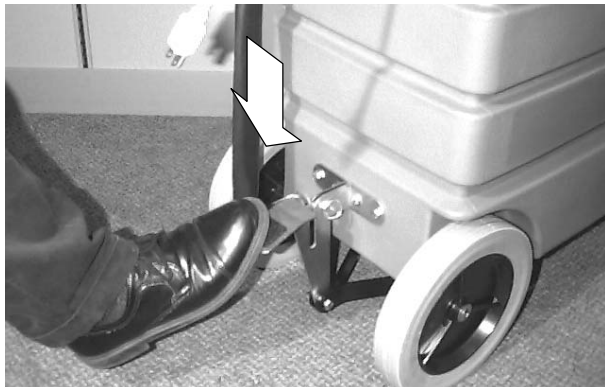

FIG. 11
4. Pour soulever le racloir, appuyez sur la pédale jusqu'à ce qu'elle s'engage en position de transport (Figure 11).